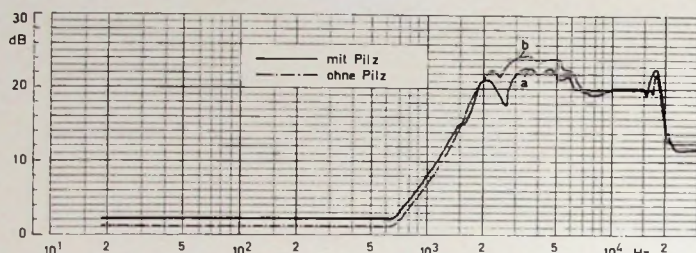

Bild 6. Frequenzkurve des Kalotten-Hochtonlautsprechers mit (a) und ohne (b) Pilz
Bild 3 zeigt noch einige Besonderheiten. Unter der Membrankuppe befindet sich ein Pilz aus Kunststoff (6), der so ausgebildet ist, daß zwischen ihm und der Membran ein konstanter Abstand von wenigen zehntel Millimetern besteht. Die Einfügung dieses Kunststoffpilzes hat folgenden Grund: Erstens entsteht dadurch ein relativ hartes Luftpolster und damit eine gute Dämpfung der mechanischen Eigenresonanz, die bei etwa 2000 Hz liegt (vgl. Bild 6). Zweitens hat der Pilz den Vorteil, daß die Membran dadurch relativ unempfindlich gegen äußere Beschädigung wird. Man kann zum Beispiel mit dem Finger die Membran bis auf den Pilz niederdrücken; die natürliche Elastizität der Folie läßt die Membran bis auf den Pilz niederdücken; die natürliche Elastizität der Folie läßt die Membran bis auf den Pilz niederdücken; die natürliche Elastizität der Folie läßt die Membran bis auf den Pilz niederdücken.